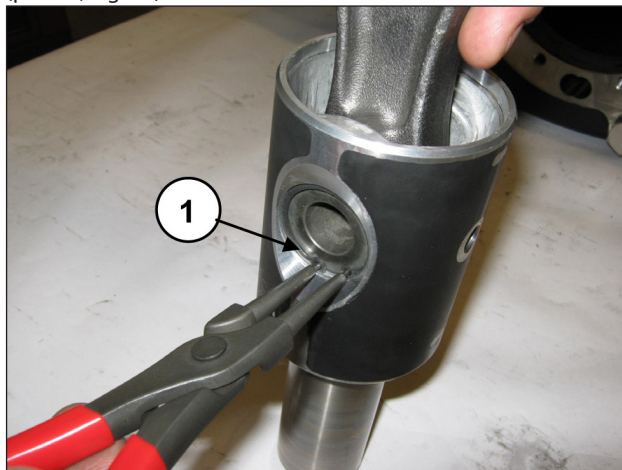
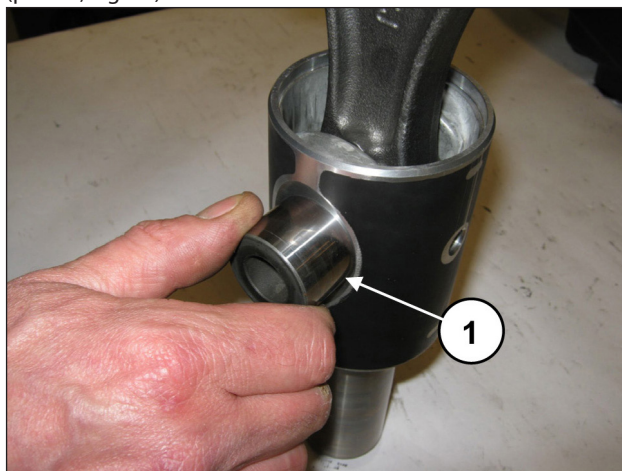
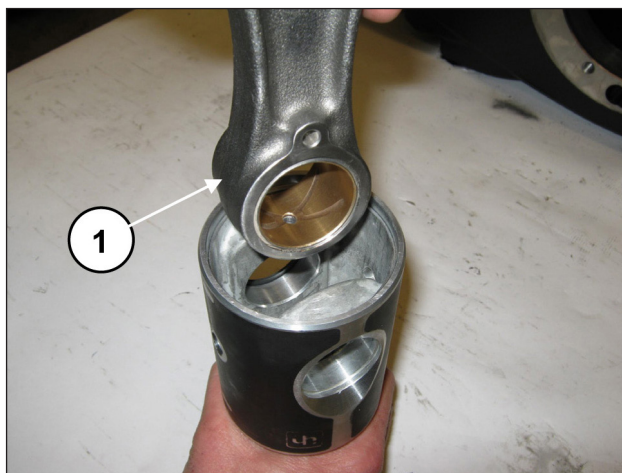

Fig. 37
Fig. 38
Fig. 39
Desmontar las 2 anillas seeger de bloqueo de la clavija (pos. ①, Fig. 37).
Extraer la clavija (pos. ①, Fig. 38) y, a continuación, la biela (pos. ①, Fig. 39).
Introducir la biela en la guía del pistón (pos. ①, Fig. 39) y, a continuación, la clavija (pos. ①, Fig. 38). Aplicar las dos anillas de tope (pos. ①, Fig. 37).